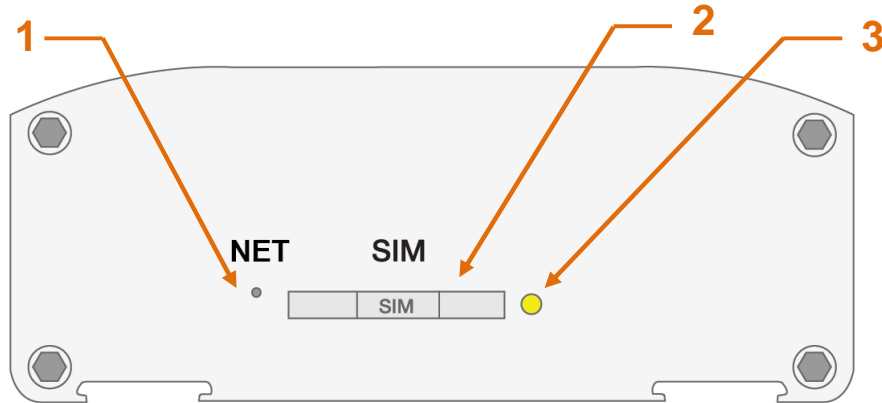
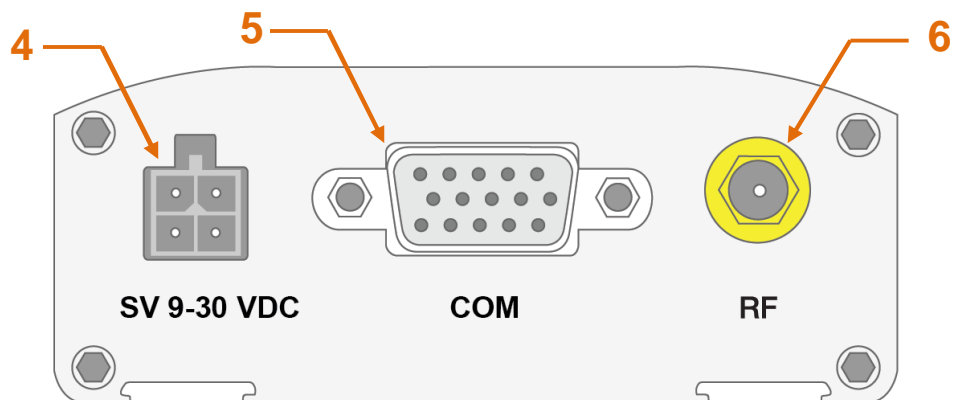

Рис. 2.4.1. Вид спереди
Рис. 2.4.2. Вид сзади
Модем Q24O6B представляет собой компактное устройство, выполненное в прочном и лёгком алюминиевом корпусе. Внешний вид представлен на рис. 2.4.1 и рис. 2.4.2:
- достать SIM-лоток, нажав на кнопку извлечения SIM-лотка (рис. 2.4.1);
Подключить GSM-антенну и коммутирующий кабель. Подать питание на модем, разъём Micro-Fit (рис.2.4.2). Если SIM-карта разблокирована, то после подачи питания автоматически происходит регистрация. После завершения регистрации модем переходит в рабочий режим, индикатор мигает (табл.2.6.1).